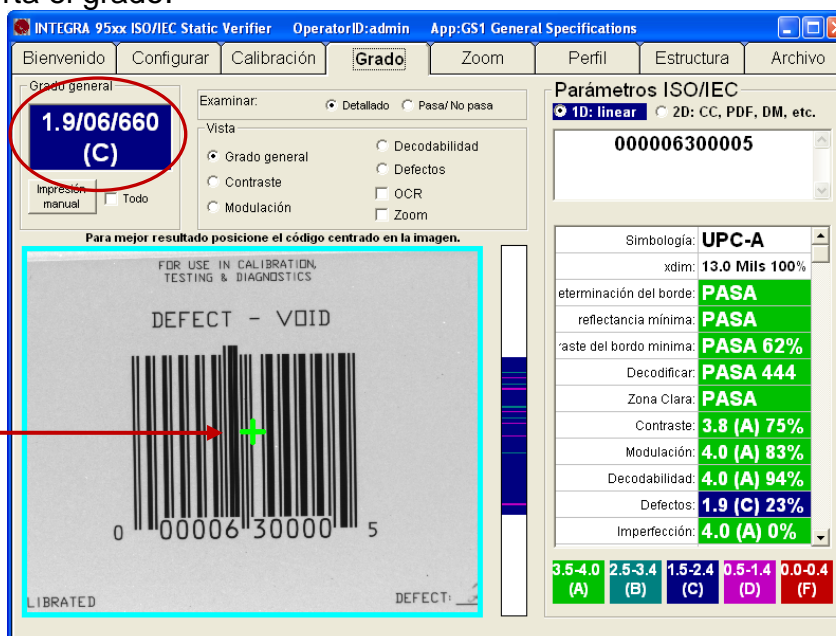

*Figura 1: Aparece + verde en el centro del campo de visión.*
2. Haga clic en la pestaña **Grado** y vea la **+** verde que aparece en el centro del campo de visión (vea la Figura 1).